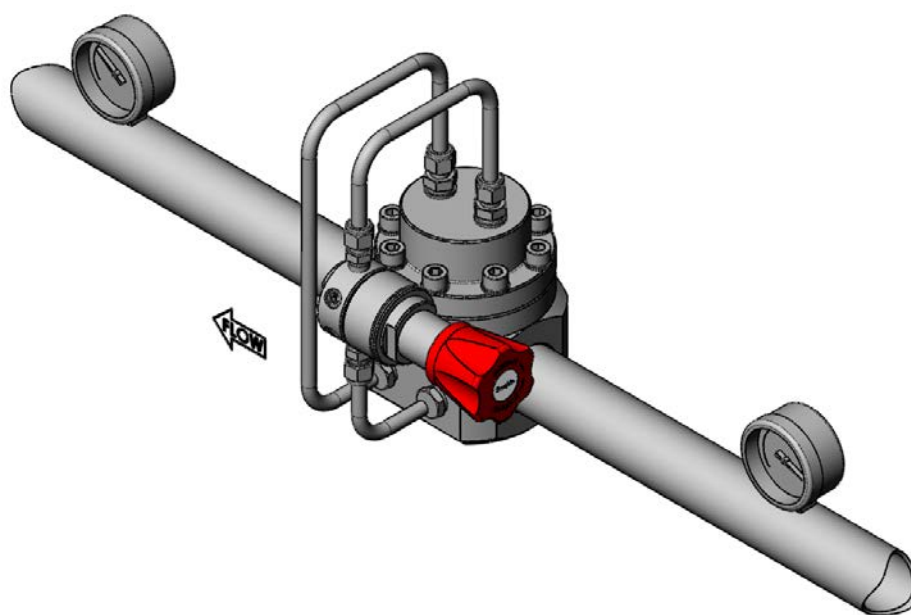
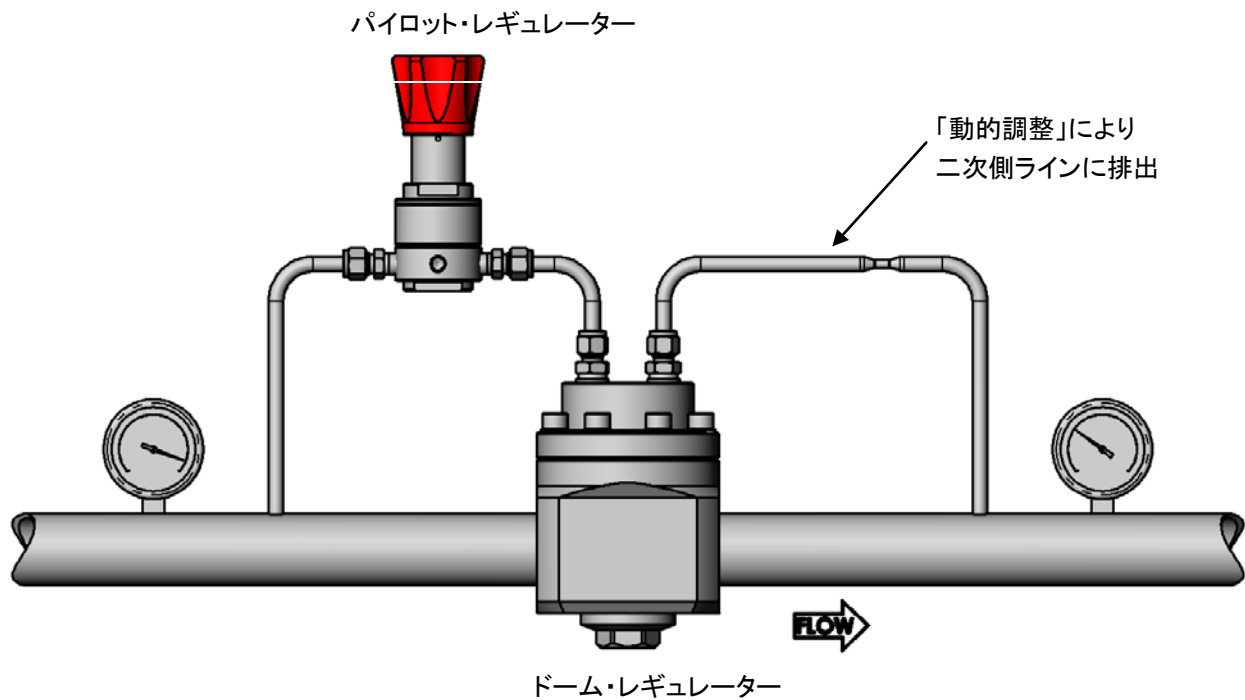
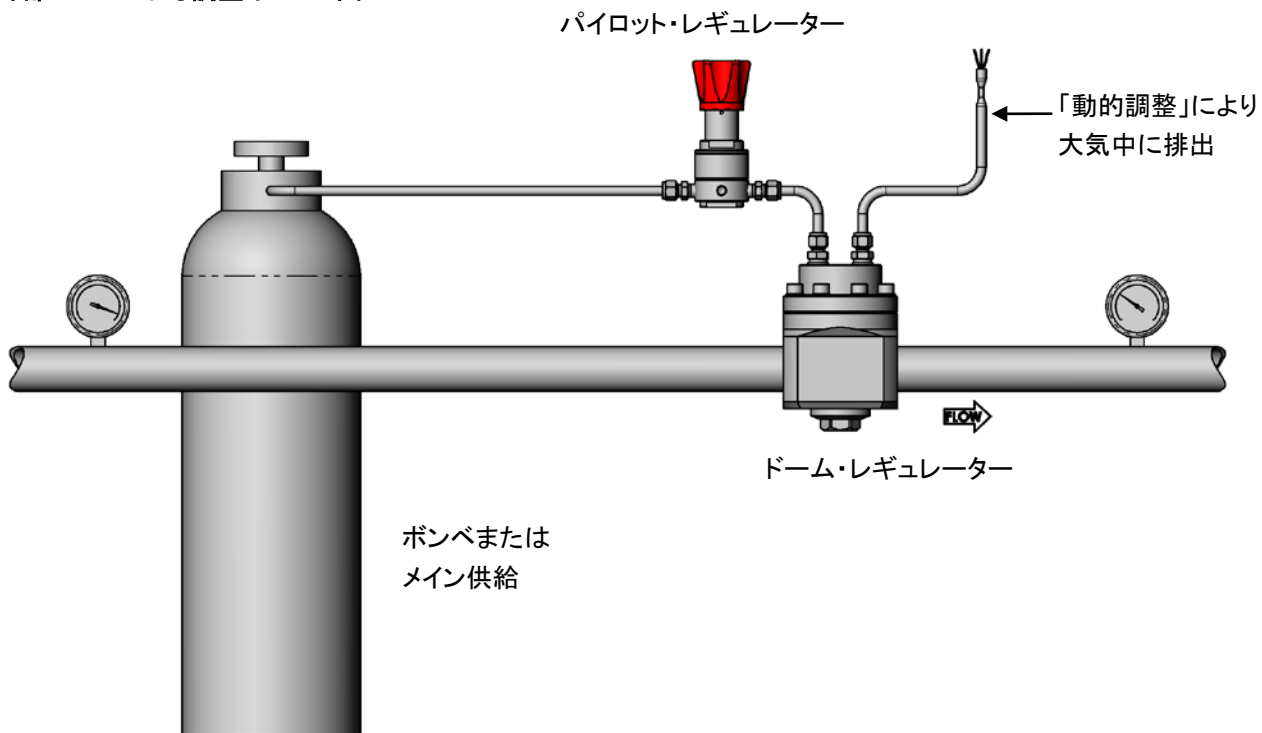

図 1
図 2
図 3
- レギュレーターは、なるべくドームを上向きにした状態で水平に取り付けてください(図 1 参照)。これ以外の状態で取り付けた場合、構成部品が摩耗するリスクが高まります。
- **一体型パイロットによる調整:**この手法で使用するドーム・ロード式レギュレーターは、アセンブリーの一部としてパイロット・レギュレーターを取り付けています(図 1)。パイロット・レギュレーターはシステム圧力を利用し、手動でドーム内の圧力を調整します(図 2)。この手法は、液体用途には適していません。
- **外部ドームによる調整:**この手法では、ドーム内の圧力は独立した供給源(ポンペやメイン供給など)から供給されます(図 3)。この手法は、液体用途に適しています。
性能を最適化するため、少量の流体をパイロット・レギュレーターに流し続けてください。この流体は、オリフィス(図 3)を通るか、またはガス・システム内に排出され、オリフィスを経由して下流側の配管(図 2)に戻ります。これを通常、「動的調整」と呼びます。